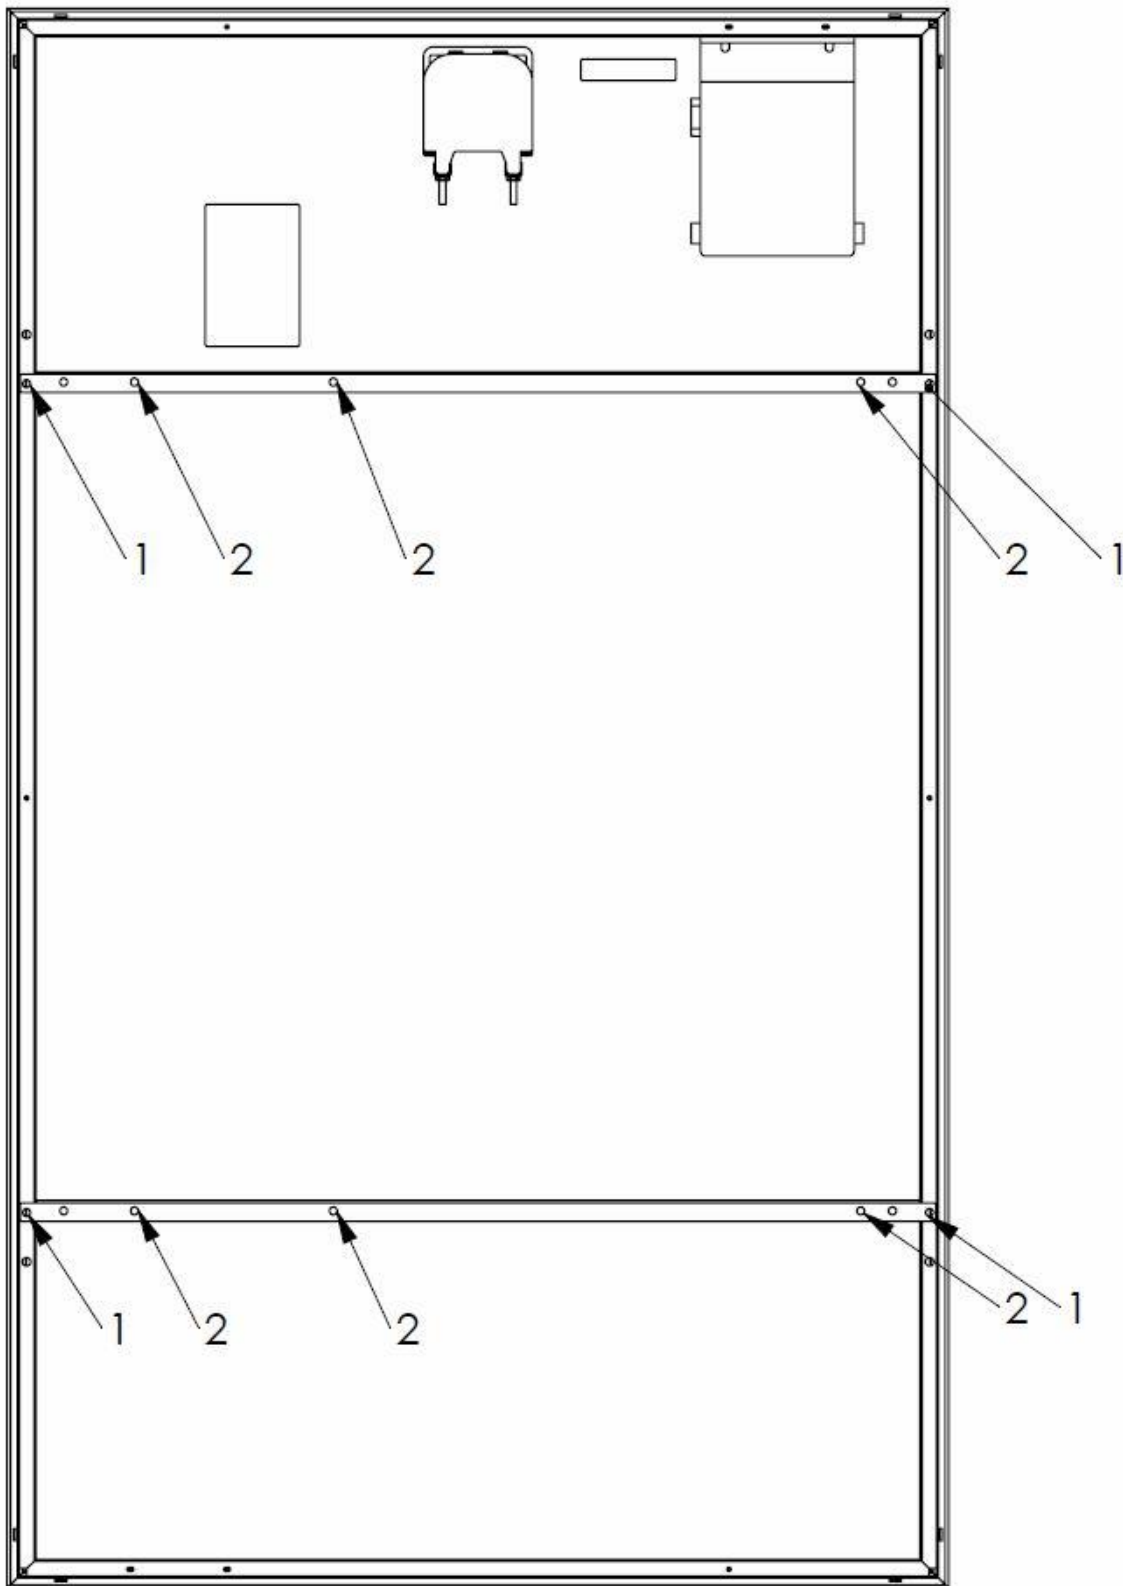
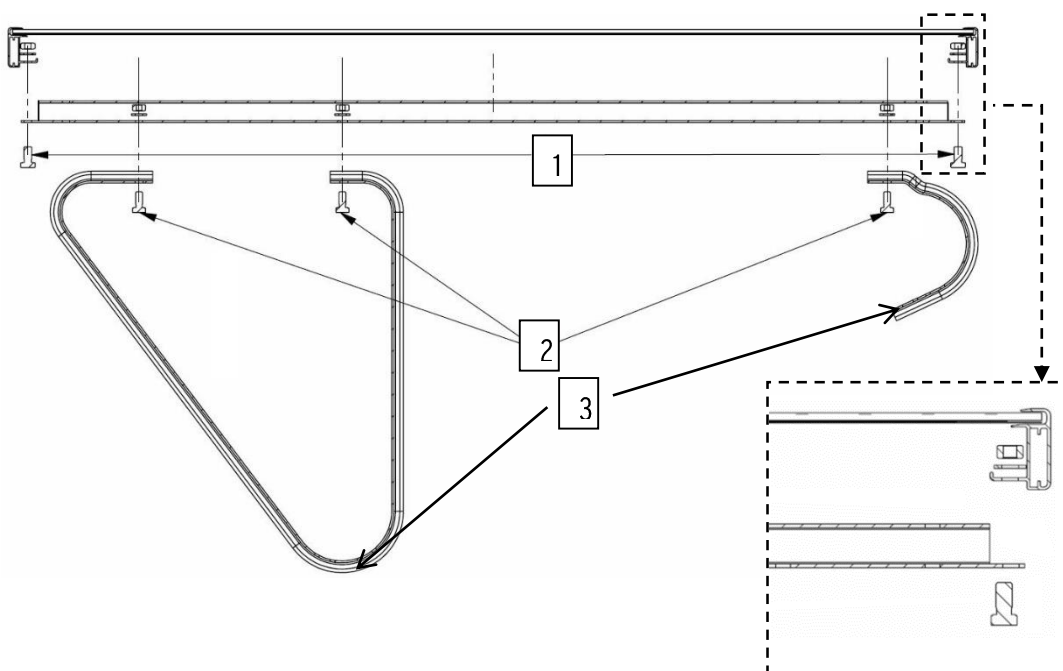

Abbildung 7: Schraubenpositionen für die Montage auf Standfüßen
Abbildung 8: Detailansicht für die Montage mit Standfüßen (Backrail und Modul-Querschnitt von oben)
Die Nummerierungen in Abbildung 7 zeigen an, welche der markierten Schrauben in Abbildung 8, zu welchen Positionen am Modul gehören.
Schritt 1: Befestigen Sie zunächst Standfuß vorne und Standfuß hinten mit den beiliegenden, verzinkten Stahlschrauben (M8x16) an der Backrail. Führen Sie dazu die Schrauben durch die Montagelöcher der Standfüße und durch die (in Abbildung 7) markierten Löcher der Backrail und fixieren Sie dort (auf der Innenseite der Backrail) die Schrauben mit den beigelegten M8-Muttern und M8-Unterlegscheiben mit einem Gabelschlüssel. Dieser Schritt muss doppelt ausgeführt werden!